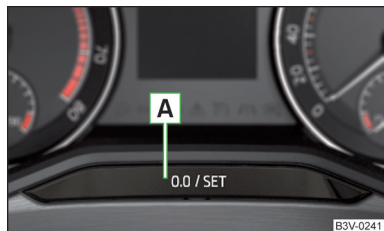

Fig. 34
- ▶ Apăsați tasta **A** » fig. 34 și mențineți-o apăsată, până când pe afișaj se afișează opțiunea de meniu **Service**.